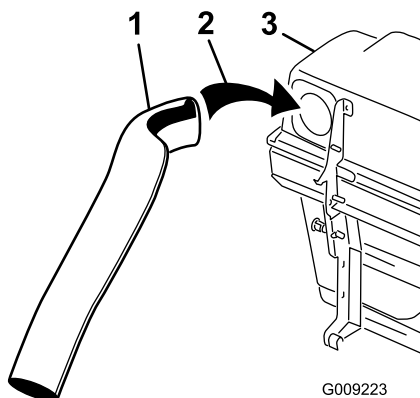
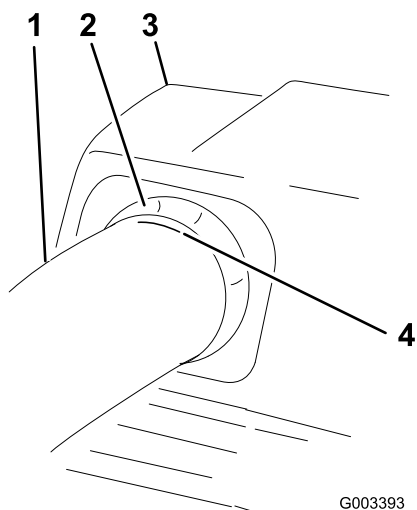

Рисунок 22
Рисунок 24
5. Установите верхнюю трубку в отверстие наполнителя мешка и потяните ее назад и наружу так, чтобы резиновое уплотнение выступало наружу (Рисунок 22 и Рисунок 24).
7. После установки трубки так, чтобы измеренное расстояние было равно 19 мм, отметьте верхнюю трубку снаружи, где резиновое уплотнение выступает наружу. Эта отметка необходима, чтобы обеспечить правильное положение верхней трубки при сверлении отверстий и соединении верхней и нижней трубок (Рисунок 24).